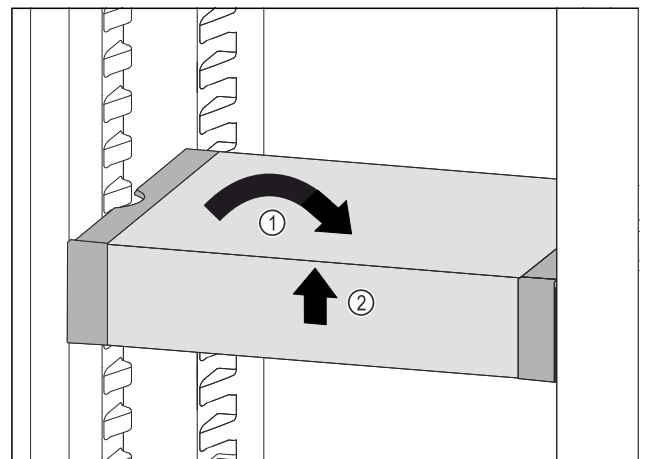

Fig. 92
- ▶ VarioSafe gerade stellen. Fig. 92 (1)
- ▶ VarioSafe vorne anheben. Fig. 92 (2)